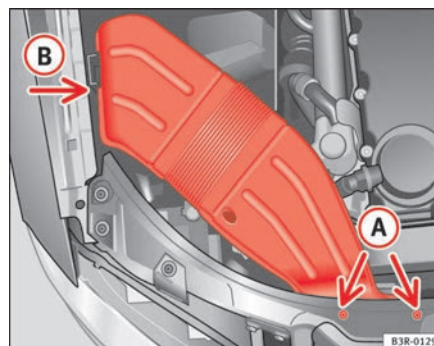

Fig. 198 Condutas de ventilação no lado direito do veículo
- Desenrosque os parafusos **(A)** ⇒ fig. 198.